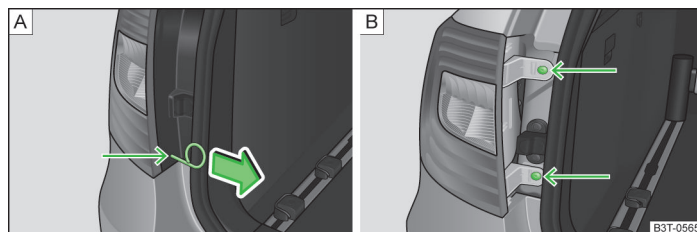

Fig. 211 Démontage du cache/de l'ampoule
- Insérer l'étrier servant au retrait des enjoliveurs intégraux de roue » page 233, *Outils de bord* dans l'orifice à l'emplacement désigné par la flèche » fig. 211 - **A**.
- Retirez le cache dans le sens de la flèche » fig. 211 - **A**.
- Dévissez la lampe à l'aide du tournevis faisant partie de l'outillage de bord » fig. 211 - **B**.